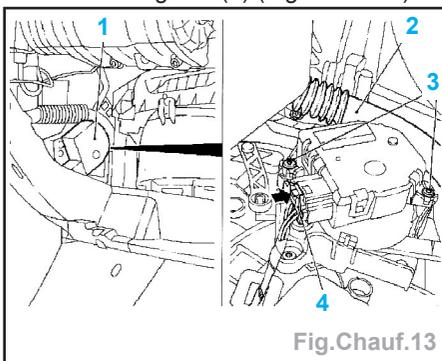

Fig.Chauf.13
• la canalisation d'air de refroidissement de boîte à gants (2) (Fig.Chauf.13).